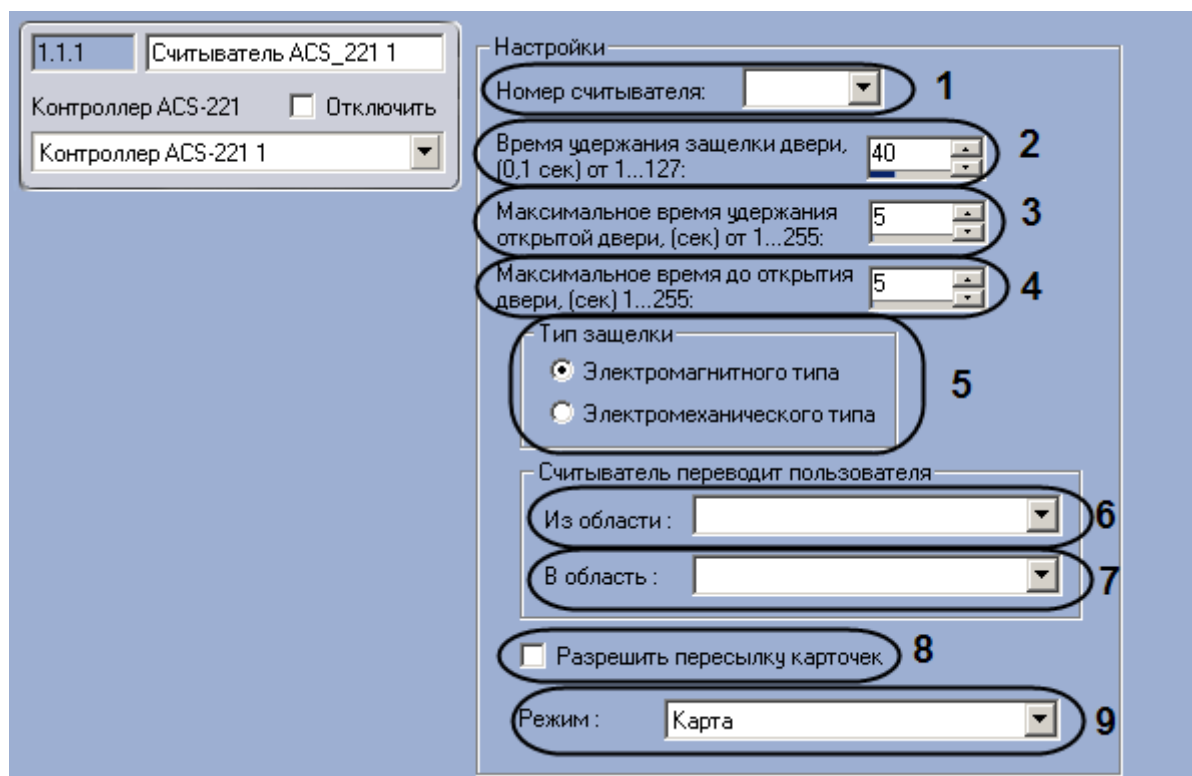

Рис. 3.8—2 Настройка считывателя ACS-221
2. Из раскрывающегося списка **Номер считывателя** выбрать аппаратный адрес считывателя, установленный на контроллере, к которому он подключен (Рис. 3.8—2, 1).
3. Указать в поле **Время удержания защелки двери** с помощью кнопок **вверх-вниз** максимально возможный период времени в десятых долях секунды, в течение которого механизм двери может оставаться открытым. (Рис. 3.8—2, 2). Если время, в течение которого механизм открыт, превышает указанное, в системе генерируется событие **Удержание двери**.